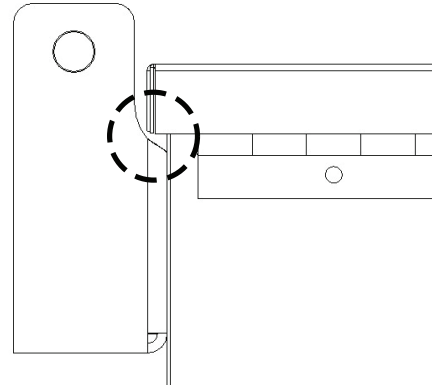

Figure 2 (illustration du Piano Box)
2. Pour certaines applications où le couvercle chevauche le corps du coffre, assurez-vous que la position du support n'entrave pas la fermeture du couvercle avant le perçage. (Voir Figure 2)